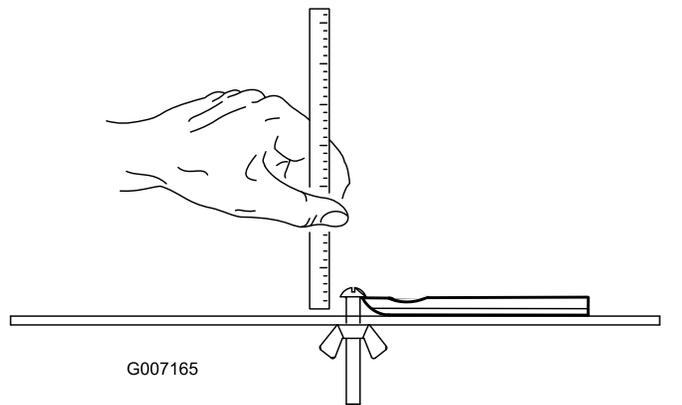

図 26
**注** ベッドナイフの使用限界はベッドナイフの底面を基準としています  図 26。